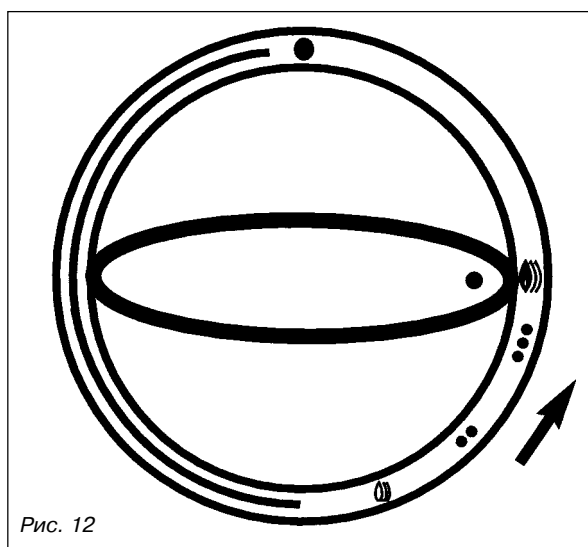

Рис. 12
- Данный аппарат с автоматическим регулированием мощности оснащен устройством, позволяющим пользователю ограничивать максимальную мощность. Для задания границы максимальной мощности надо повернуть ручку в секторе между метками “0” и “∞” (рис. 12).